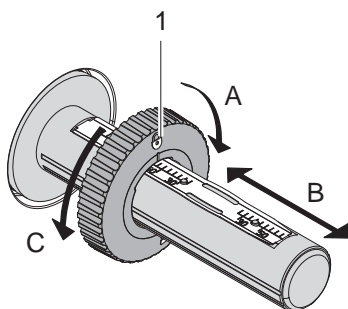

Figura 11 Reglarea opritorului de margine
3. Reglați opritorul de margine (1) pe derulator (3) în conformitate cu lățimea benzii de transfer (Figura 11):
- Stabilizați derulatorul și deblocați opritorul de margine (1) prin rotire în direcția A.
- Împingeți opritorul de margine (1) în direcția B și reglați-l la lățimea benzii de transfer cu ajutorul scalei.
- Stabilizați derulatorul și blocați opritorul de margine (1) prin rotire în direcția C.
4. Împingeți rola cu banda de transfer (5) pe derulator (3) până la opritorul de margine (1), astfel încât stratul de vopsea de pe bandă să fie orientat în jos la desfășurare.